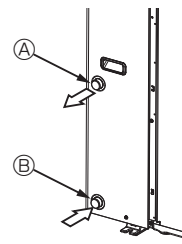

Fig. 4-1
4.1. Waterleidingverbinding (Fig. 4-1)
- De positie van de inlaat- en uitlaatbuizen wordt getoond in Fig. 4-1.
[Fig. 4-1]